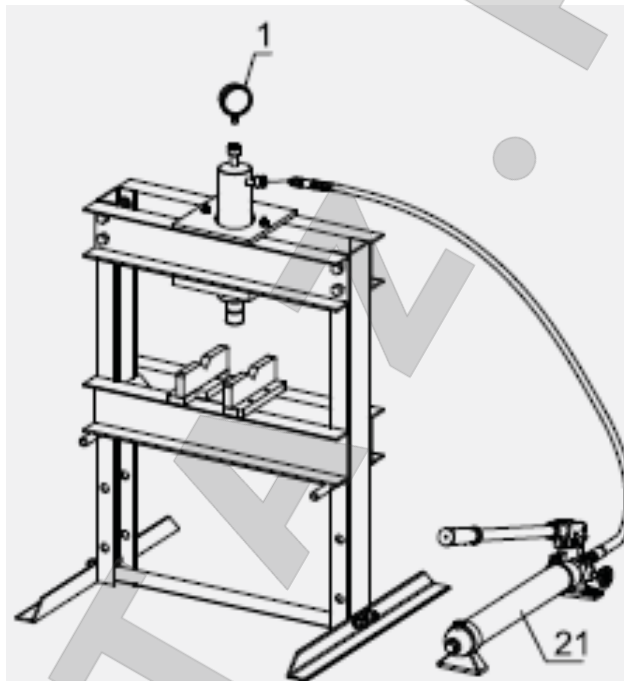

Рис. 6
7. Прикрепите манометр (1) и шланг к толкателю. См. рисунок 6.